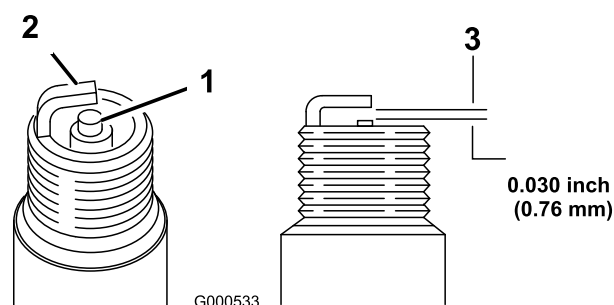

Figura 25
5. Ajuste la distancia entre los electrodos a 0,76 mm, según se muestra en Figura 25.